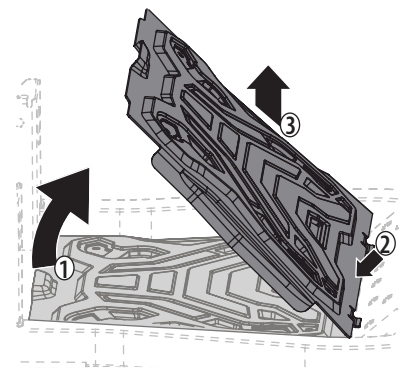

Figure 39
- Soulevez avec précaution la partie arrière du panneau. Voir Figure 39 (1).
- Glissez le panneau vers l'arrière pour faire sortir la partie avant. Voir Figure 39 (2).
- Puis, soulevez le panneau pour le retirer. Voir Figure 39 (3).